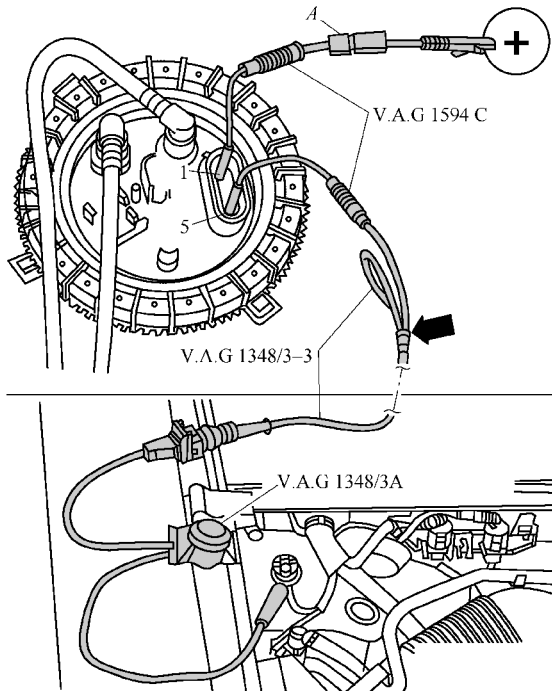
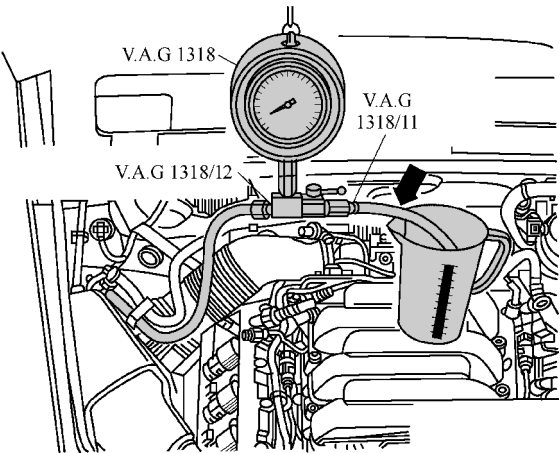

图 1-4-10 连接检测导线
图 1-4-12 将 K-Jetronic 压力测量仪 V. A. G1318
(1) 将遥控器 V. A. G1348/3A 及适配导线 V. A. G1348/3-3 用测量辅助套件 V. A. G1594C 中的辅助导线连接到端子 5。
(2) 在适配导线 V. A. G1348/3-3 的第 2 插接器端子上贴上绝缘带，防止短路，如图 1-4-10 中箭头所示。
(3) 将遥控器 V. A. G1348/3A 的开关向前敷设到发动机室内。
(4) 将分接端子连接在发动机室中的接地点上。
(5) 利用自制的辅助导线将端子 1 与蓄电池正极连接起来。为安全起见，在线路中安装一个活动的熔丝 A(10A)。
- (1) 脱开密封法兰上的插接器。
- (2) 将遥控器 V. A. G1348/3A 及适配导线 V. A. G1348/3-3 用测量辅助套件 V. A. G1594C 中的辅助导线连接到端子 5。
- (3) 在适配导线 V. A. G1348/3-3 的第 2 插接器端子上贴上绝缘带，防止短路，如图 1-4-10 中箭头所示。
- (4) 将遥控器 V. A. G1348/3A 的开关向前敷设到发动机室内。
- (5) 将分接端子连接在发动机室中的接地点上。
- (6) 利用自制的辅助导线将端子 1 与蓄电池正极连接起来。为安全起见，在线路中安装一个活动的熔丝 A(10A)。
- (7) 从燃油加注口上拆下密封盖。
- (8) 拆下后部发动机罩，脱开燃油管路。
- (9) 将 K-Jetronic 压力测量仪 V. A. G1318 用适配接头 V. A. G1318/11 和 V. A. G1318/12 连接到燃油管路内，如图 1-4-12 所示。插上辅助软管(箭头所示)并将其放入一个测量容器内。
(2) 在适配导线 V. A. G1348/3-3 的第 2 插接器端子上贴上绝缘带, 防止短路, 如图 1-4-10 中箭头所示。
(4) 松开固定夹并打开正极抽头上方的盖板 A。
(5) 将抽头端子连接到正极抽头上。
(6) 将端子 5 用测量辅助套件 V. A. G1594C 中的辅助导线与车身接地连接。
(7) 从燃油加注口上拆下密封盖。
(8) 拔下后部发动机罩。
(9) 脱开燃油管路。
(10) 如图 1-4-12 所示, 将 K-Jetronic 压力测量仪 V. A. G1318 用适配接头 V. A. G1318/11 和 V. A. G1318/12 连接到燃油管路内, 插上辅助软管并将其放入一个测量容器内。
(11) 打开压力测量装置的切断阀, 此时控制杆指向流动方向。
(12) 要使燃油系统内先产生预压, 需按下遥控器开关, 同时慢慢关闭压力测量装置的截止阀。标准值为高于 0.4 MPa。
(13) 不再改变截止阀位置。
(14) 排空测量容器。
(15) 按下遥控器的开关 15s。
(16) 将输送的燃油量与表 1-4-1 中所列的最少输送量进行对比。